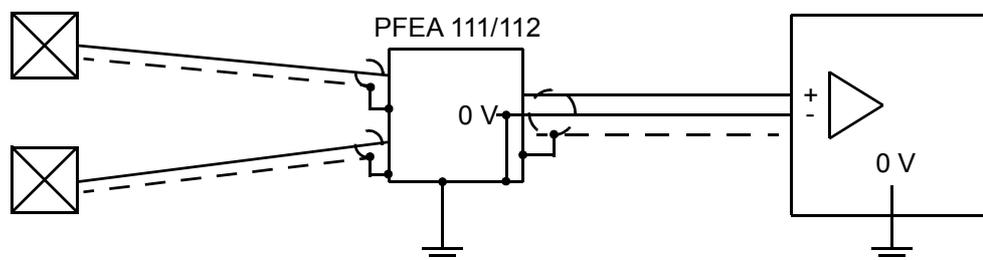
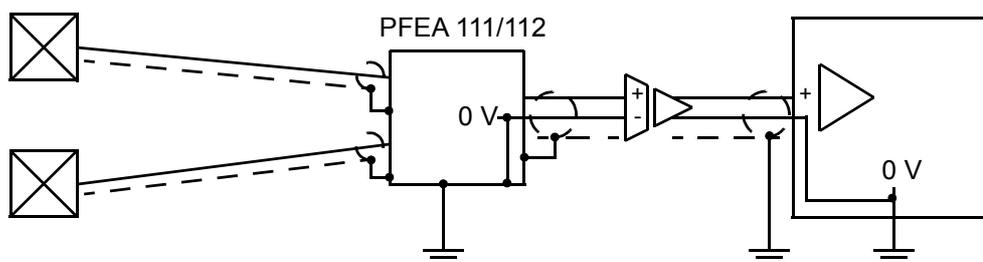

Figura 2-7. Collegamento ad un sistema superiore con ingresso isolato o differenziale
Figura 2-8. Collegamento ad un sistema superiore mediante amplificatore di isolamento separato
- Poiché il conduttore di terra del sistema di misura è collegato alla terra del telaio dell'elettronica di tiro, l'ingresso del sistema superiore collegato al sistema di comando non deve essere messo a terra. Il metodo migliore per collegare il sistema di misura ad un sistema superiore è illustrato in Figura 2-7 ed in Figura 2-8.